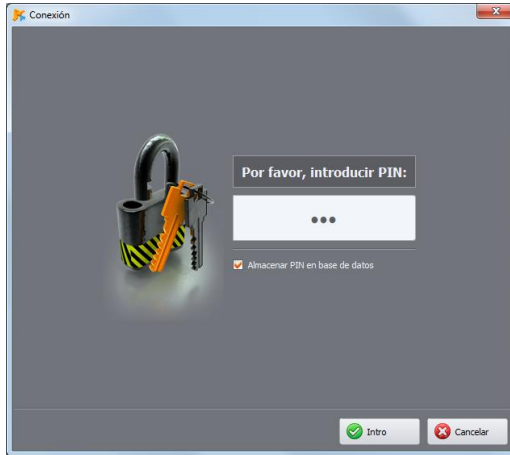

Fig. 7. Verificación del código PIN.
- La introducción en la base de datos se puede realizar de forma manual (ver la sección 5) o mediante la conexión al analizador vía USB introduciendo el código PIN correcto y seleccionando la opción **ALMACENAR PIN EN BASE DE DATOS** (ver la Fig. 7). El analizador se añade a la base de los analizadores (no se aplica PQM-707).
Si el inicio de sesión automático falla, aparece de nuevo la ventana como se muestra en la Fig. 7.